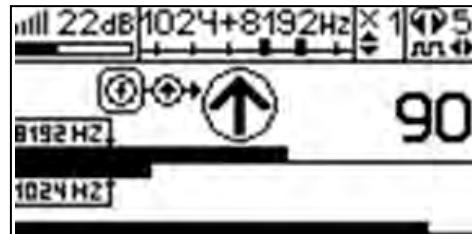

Рис.4.3
3. Включить приемник. В «Стартовом окне» следует выбрать вид принимаемого сигнала – «двухчастотный». После запуска измерения кнопкой появится окно «направление сигнала» (рис. 4.3).